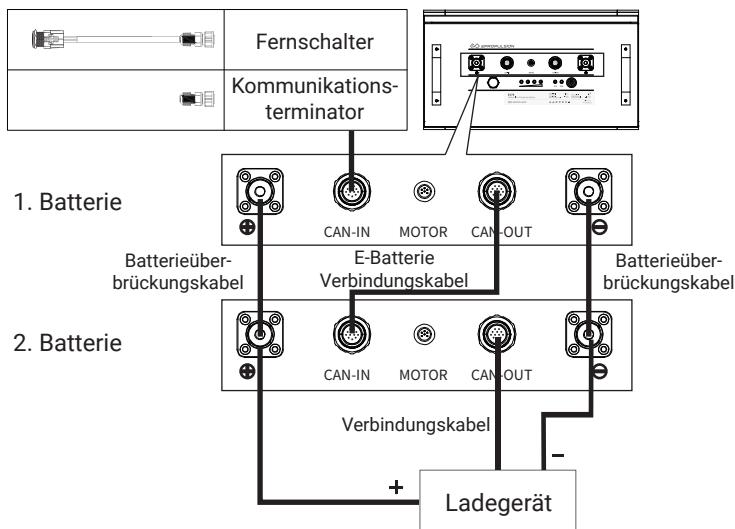

Abbildung 2-7
- ⚠ Zum Aufladen von parallelgeschalteten Batterien sollte das Ladegerät an eine Batterie angeschlossen werden, deren CAN-OUT-Anschluss nicht mit dem E-Batterie-Verbindungskabel verbunden ist (siehe die 2. Batterie in Abbildung 2-7).**